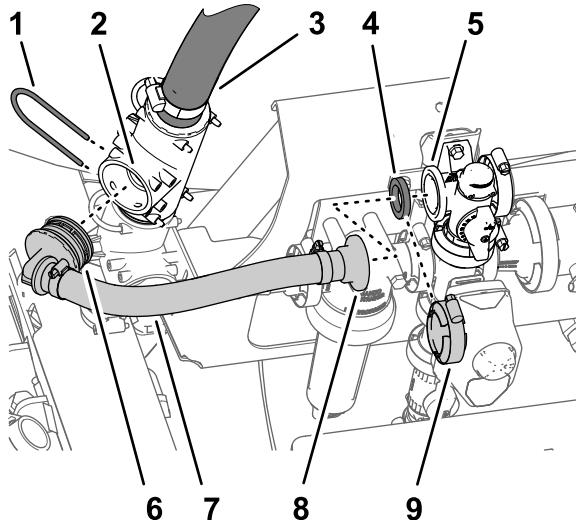

Figura 8
1. Alinee el acoplamiento dentado de 90° de la manguera de desvío de agitación nueva con el orificio abierto del acoplamiento en T superior, e introduzca el acoplamiento de 90° hasta que quede asentado en el acoplamiento en T (Figura 8).
2. Sujete el acoplamiento dentado de 90° al acoplamiento en T con la horquilla de retención (Figura 8) que retiró en el paso 2 de Retirada de las mangueras (página 5).
3. Alinee el acoplamiento recto con brida de la nueva manguera de desvío de agitación y la junta con la brida de la válvula de desvío (Figura 8).
4. Sujete el acoplamiento recto con brida y la junta a la válvula de desvío con la brida de fijación (Figura 8) que retiró en el paso 2 de Retirada de las mangueras (página 5).